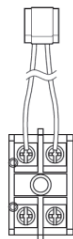

Fig.1
**Stap 3.** Sluit de externe kabel aan op de sensor zoals in Afb. 1.
[Afb. 1]
- ① Zoek de klemmenblokket van de reserveverwarming (afb. 1).
- ② Monteer de klemmenblokket met behulp van een schroef op het apparaat